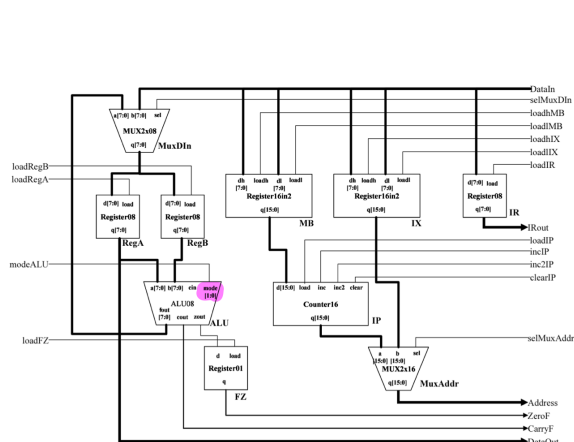
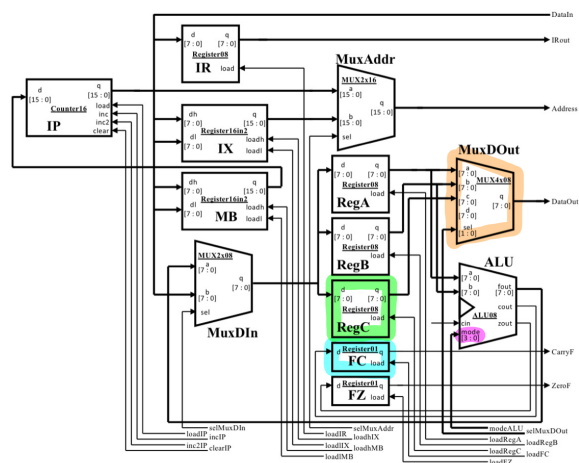
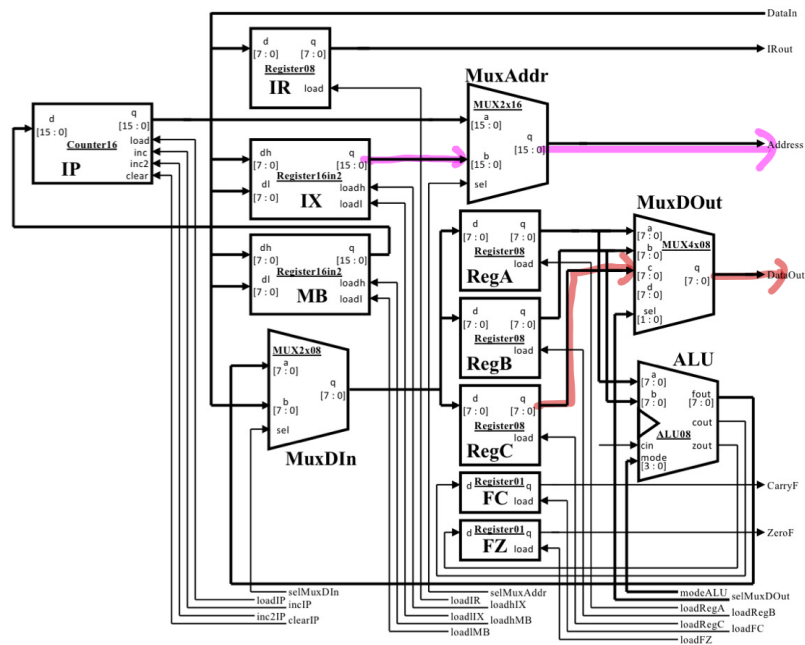

図 1: Tiny-Processor のデータパス
図 2: C-Processor のデータパス
図 3: C-Processor における STDI 命令のデータの流れ
以下の図 1,2 はそれぞれ Tiny-Processor と C-Processor のデータパスである。
- 図 1 のピンクに塗った部分は ALU の入力 mode を表す。Tiny-Processor では mode は 2 ビットの入力として設計されている。図 2 のピンクで塗った部分は C-Processor の同じく ALU の入力 mode である。C-Processor では Tiny-Processor よりも機能が増えており、mode の入力が 4 ビットに増加している。
- 図 2 の緑で塗った部分は RegC であり、C-Processor で追加されている。入力は新たに追加された loadRegC 以外は RegA, RegB と同じである。このレジスタ C は STDI 命令の際に使用される。詳細な説明は 2 で記述する。
- 図 2 の青色で塗った部分は FC であり、C-Processor で追加されている。入力は新たに追加された loadFC と ALU の出力である cout で、出力は q 即ち CarryF である。これは ALU の演算の結果、桁上りが発生したかを判定する。これから CarryF という信号が得られ、JPC 命令に利用される。
- 図 2 のオレンジで塗った部分は MuxDOOut であり、4 入力のマルチプレクサである。ただし、4 入力の内 3 つしか使っておらずその 3 つの入力は RegA, RegB, RegC の出力である。また、4 つの入力の内どの値を出力するかを決定する 2 ビットの selMuxDOOut を追加した。そして出力が DataOut となる。Tiny-Processor では RegA の出力が DataOut となっていたが、C-Processor では三つのレジスタからマルチプレクサで選択して DataOut を決定している。
以下の図 3 は 1 の図 2 で示した C-Processor のデータパスに、STDI 命令を実行する際のデータの流れを追加したものである。